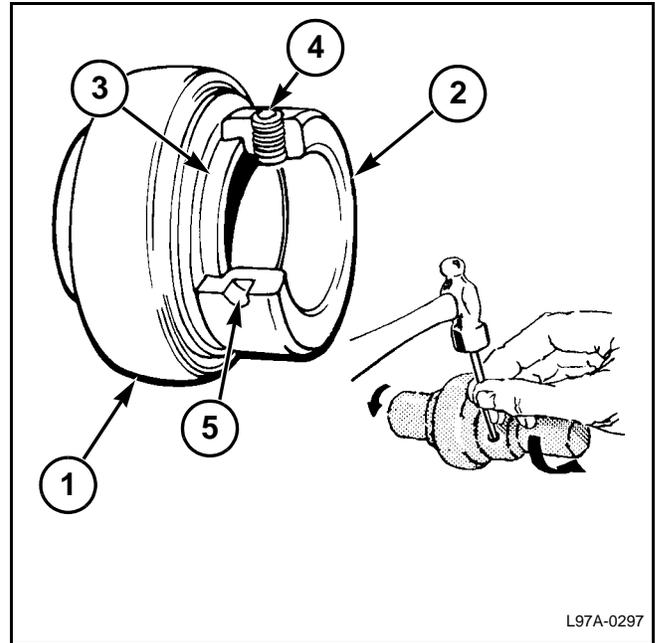

FIG. 2
FIG. 2: El cojinete (1) se mantiene en posición en el eje mediante un collar de traba (2). El collar de traba tiene un abocardado excéntrico. Este abocardado se conecta al extremo excéntrico de la pista interior del cojinete (3) cuando se arma el cojinete. El collar de traba se gira en el cojinete para traba el conjunto en el eje. El conjunto sujeta el eje firmemente mediante una acción de traba positiva que aumenta con el uso. Un tornillo de ajuste (4) en el collar de traba aplica presión de traba adicional.